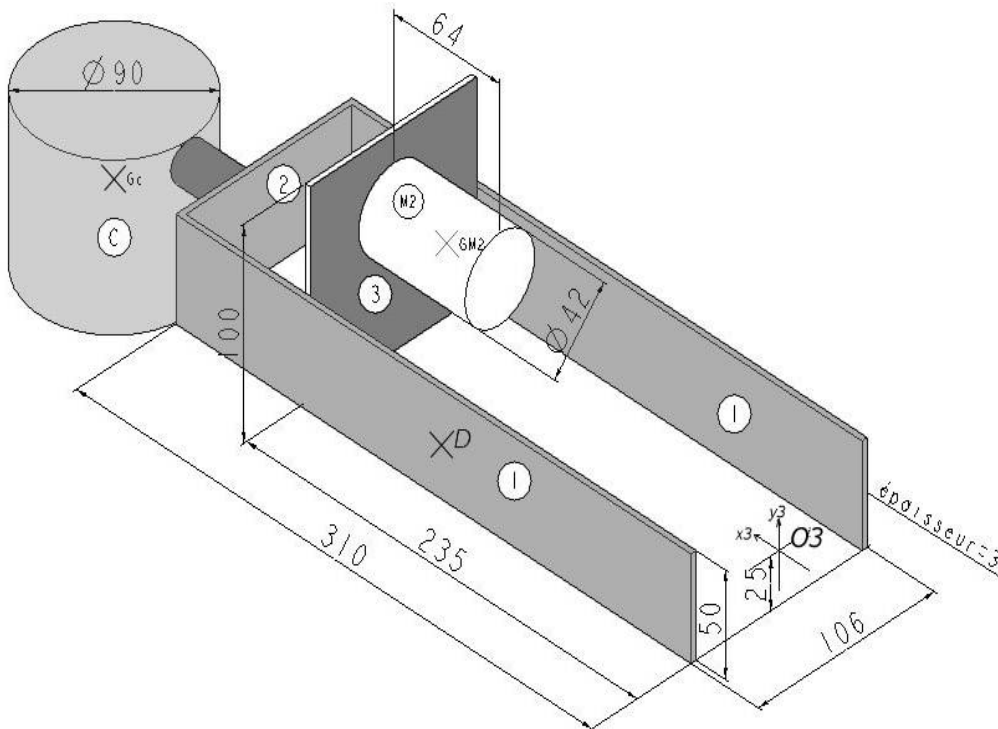

Figure 3: Modèle simplifié de l'ensemble {1} coté en mm
On considère figure 3 un modèle simplifié de cet ensemble mobile {1} :
On désire caractériser l'influence du ressort vu sur la photo 1. Pour simplifier on suppose qu'il reste vertical au cours du mouvement du bras 3 et qu'il agit au point D (figure 3). Sa raideur est  $k = 7 \text{ N/mm}$ , et pour  $\theta_3 = 0$  (bras horizontal) son action sur le bras 3 est nulle. On donne  $\vec{O_3D} = x_D \vec{x}_3 + z_D \vec{z}_3 = 150 \vec{x}_3 - 53 \vec{z}_3$  en mm.
On souhaite réduire au maximum le fonctionnement du moteur en génératrice, c'est-à-dire fonctionner essentiellement dans le quadrant ①. L'apport du ressort étant insuffisant, on va ajouter un amortisseur en plus du ressort. Pour simplifier on suppose qu'il reste vertical au cours du mouvement du bras 3 et qu'il agit au point D (figure 3). Sa constante d'amortissement est  $C = 1 \text{ N.s/mm}$ .